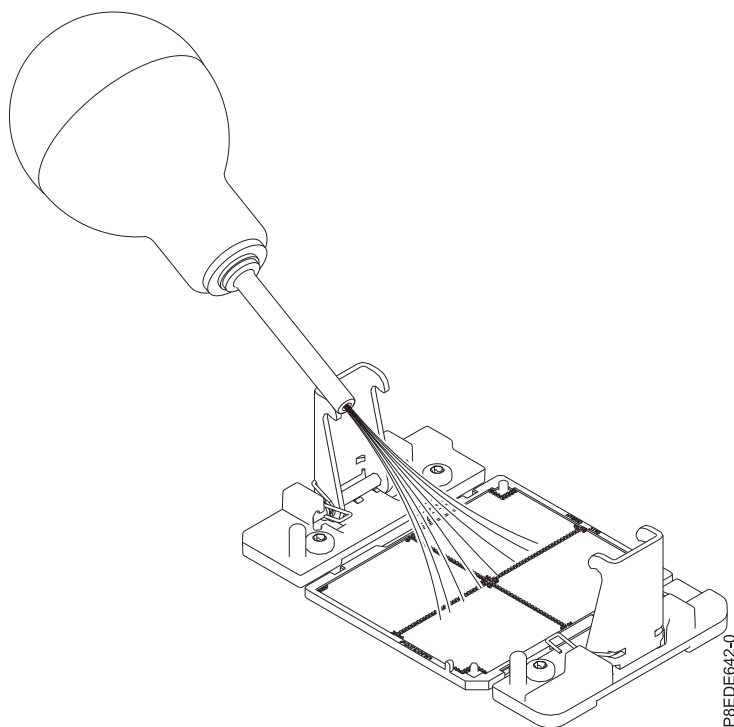

Figura 36. Removendo poeira e fragmentos do soquete do processador do sistema
- a. Se houver poeira ou fragmentos no soquete do processador do sistema, use a bomba de ar fornecida (número de peça 45D2645) para limpar o soquete. Solte pequenas rajadas de ar do centro para os lados do soquete, conforme mostrado em Figura 36 na página 36.